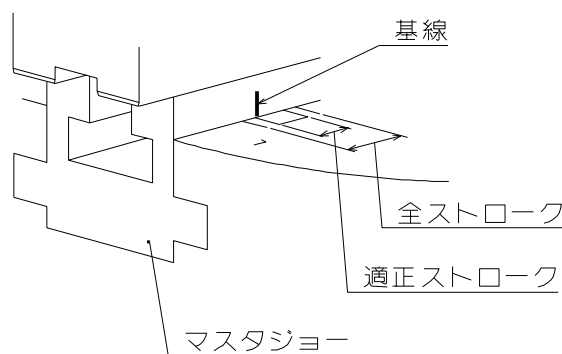

図 11
- 図 11 に示すように、**No.1** 及び **No.2** マスタジョー横面の基線マークが全ストローク範囲内にあることを確認すること。作業前あるいはグリース給油時等、1日に一度以上ジョーをフルストロークさせて確認すること。ドローナットが緩んだりして適正ストローク範囲から外れると、工作物を把握していないことがあり、工作物が飛散して危険。